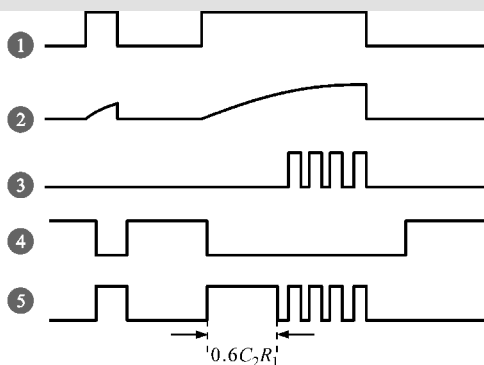

图 5-25 ①~⑤处的信号波形
在上述信号处理过程中，①~⑤处的信号波形如图 5-25 所示（按时序关系对齐）。